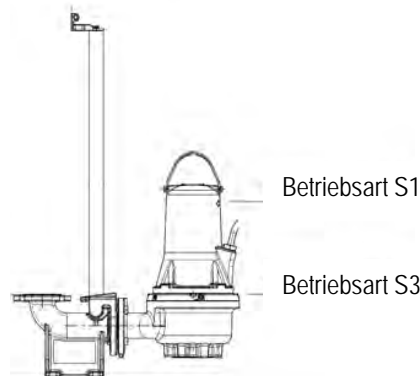

Abb. 2 Ausschalt-niveaus
- **Betriebsart S1.** Die Pumpe muss immer bis zur Motoroberkante in das Fördermedium eingetaucht sein. Siehe Abb. 2.
- **Betriebsart S3 (Aussetzbetrieb),** die Pumpe muss stets bis zum oberen Teil des Pumpenkörpers von der gepumpten Flüssigkeit bedeckt sein. Siehe Abb. 2 (nur für nicht explosionsgeschützten Versionen).